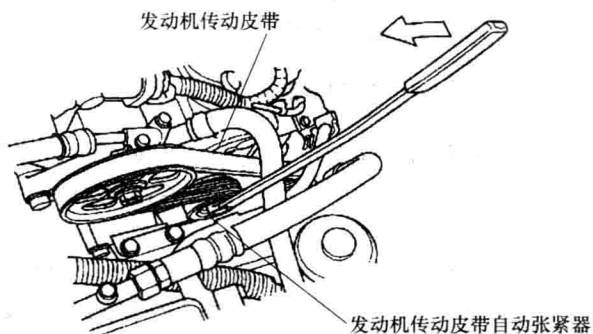

图 1-1-4 拆卸发动机传动皮带和自动张紧器
4. 按照图 1-1-4 所示，拆卸发动机传动皮带和传动皮带自动张紧器。